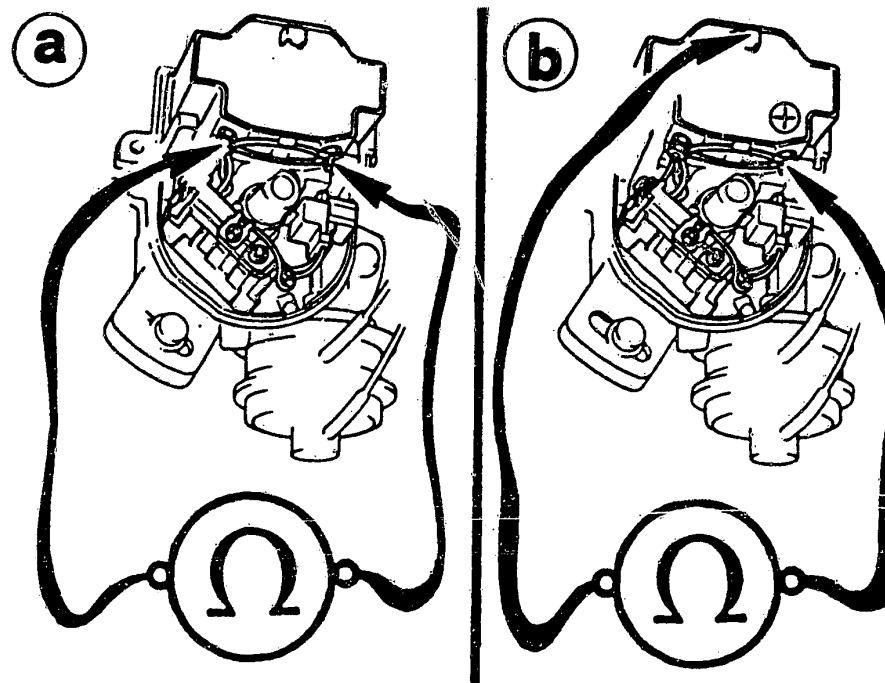

Bild 44 Prüfen des Primär- (a) und Sekundärwiderstandes (b) der Zündspule.
- 3) Um den Widerstand der **Zündspule** zu prüfen, müssen die Verteilerkappe, der Rotor und die Staubabdeckungen abgenommen werden (Bild 44).